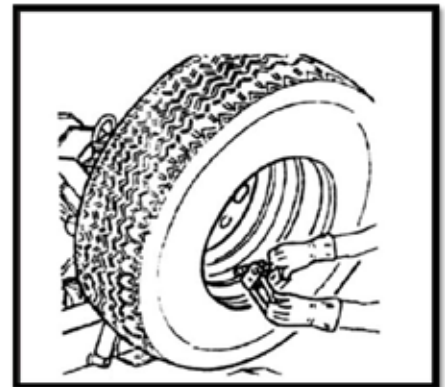

Рис. 15
- (10) Поверните инструментальную консоль к внешней части шины и зафиксируйте ее.
- (11) Установите тиски на внутренней стороне обода и вращайте колесо до тех пор, пока зажим не окажется в крайней верхней точке (рис. 15)
- (12) Вращайте колесо против часовой стрелки до тех пор, пока зажим не окажется в крайней нижней точке.
- (13) Снимите зажим.
- (14) Переместите платформу под колесо и опустите консоль (5), чтобы установить колесо на платформу.
- (15) Снимите колесо с гидравлического зажимного устройства. Следите за тем, чтобы колесо не скатилось.